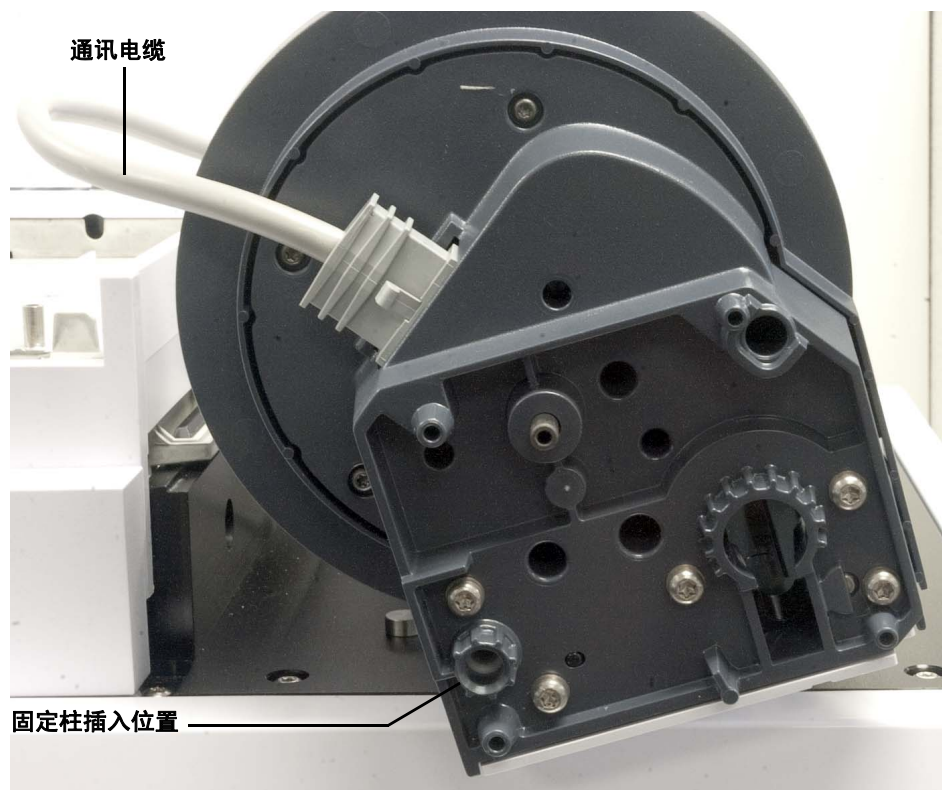

图 19 通讯电缆和固定柱插入位置
- 2 将通讯电缆插入前进样塔中（图 19）。如果已将 G4521A 大容量进样针支架安装在进样塔中，请使用该进样塔作为前进样塔。
记下进样塔底座中固定柱插入位置（图 19）。